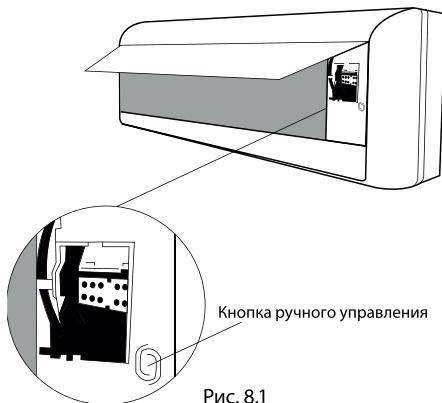

Рис. 8.1
2. Кнопка Manual Control [Ручное управление] расположена с правой стороны блока. Чтобы перейти в режим Cool, нажмите кнопку 2 раза (см. рис. 8.1).